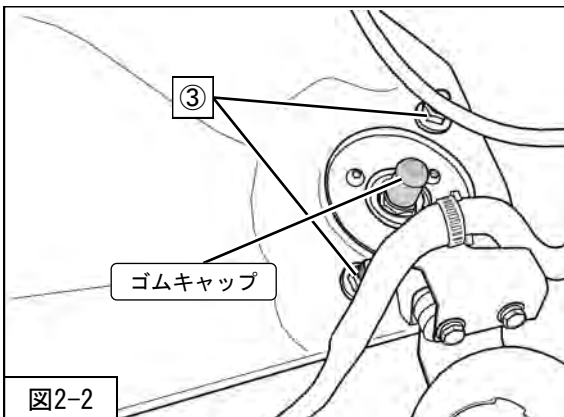

図2-2
を車両に取付けてください。（図2-2）
3. ゴムキャップを取付けてください。（図2-2）